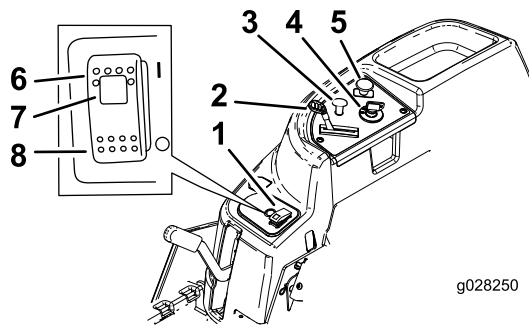
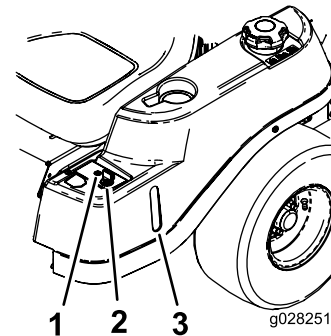

Figura 5
Figura 6
Antes de poner en marcha el motor y trabajar con la máquina, familiarícese con todos los controles en Figura 5 y Figura 6.
El interruptor de encendido tiene 3 posiciones—Desconectado, Marcha y Arranque. La llave puede girarse a Arranque, y se volverá a Marcha al soltarse. Gire la llave a la posición de Desconectado para parar el motor; no obstante, siempre retire la llave al dejar la máquina desatendida para evitar que alguien arranque el motor accidentalmente (Figura 5).
Utilice el estárter para poner en marcha el motor en frío. Tire del mando del estárter hacia arriba para activarlo. Para quitarlo, empuje el pomo del estárter hacia abajo (Figura 5).
El control del acelerador puede moverse entre las posiciones de Rápido y Lento. Mueva la palanca del acelerador hacia adelante para aumentar la velocidad del motor y hacia atrás para reducir la velocidad del motor (Figura 5).
El mando de control de las cuchillas (TDF) engrana y desengrana la transmisión de potencia a las cuchillas del cortacésped (Figura 5).
La mirilla de combustible, situada en el lado izquierdo de la máquina, puede utilizarse para verificar la presencia de gasolina en el depósito (Figura 6).
Este interruptor permite segar en marcha atrás cuando está activado. Para activar esta función, ponga el interruptor en Conectado y suéltelo una vez que la TDF esté engranada. Para desactivarla, desengrane la toma de fuerza (TDF) (Figura 6).
- Al mover el interruptor SmartPark™ a la posición de Conectado (Figura 5).